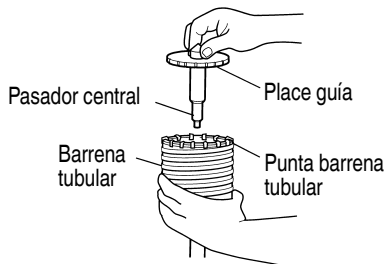

Fig. 26
- (3) Insertar el pasador central en la placa guía hasta que se pare.
(4) Unir la placa guía con la barrena tubular y girar la placa guía hacia la izquierda o hacia la derecha de forma que no se caiga a pesar de estar indicando hacia abajo. (Fig. 26)